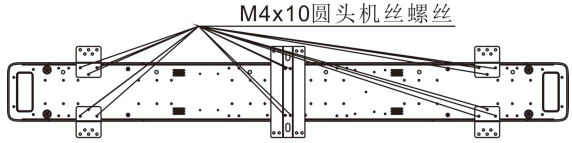

图5
6. 取 M4*10 圆头机丝螺丝把外挂支架、横梁固定支架锁在灯具底座对应的位置上，如图 5、6；